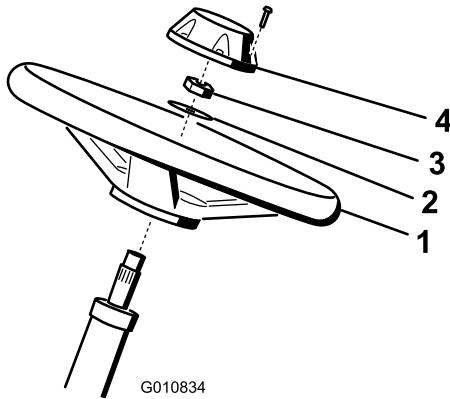

Bild 4
1. Schieben Sie das Lenkrad auf die Lenkwellen (Bild 4).
2. Schieben Sie die Scheibe auf die Lenkwellen (Bild 4).
3. Befestigen Sie das Lenkrad mit einer Sicherungsmutter an der Welle und ziehen es mit 27-35 N·m an (Bild 4).
4. Setzen Sie den Deckel auf und befestigen ihn mit sechs Schrauben am Lenkrad (Bild 4).